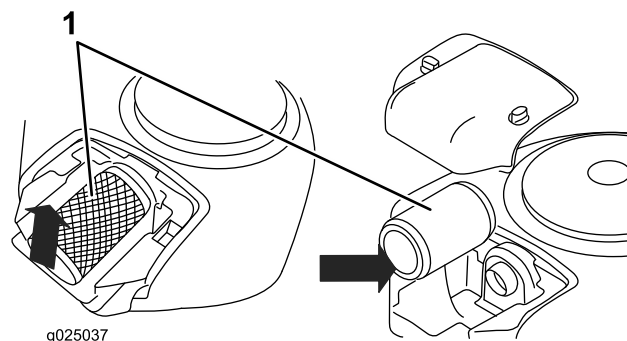

Figura 23
1. Pomo (2)
3. Levante el extremo del filtro para retirarlo (Figura 23).